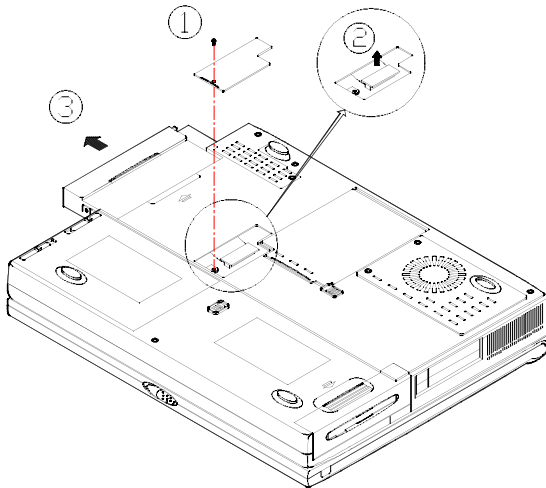

Bild 2-15
1. Entfernen Sie die CD-ROM Abdeckung (Bild 2-15).